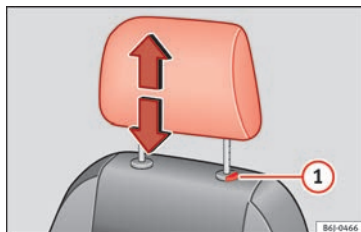

Abb. 143 Kopfstütze vorne: Einstellung und Ausbau.
- Sicherungstaste **1** drücken » **Abb. 143** und Kopfstütze herausziehen.